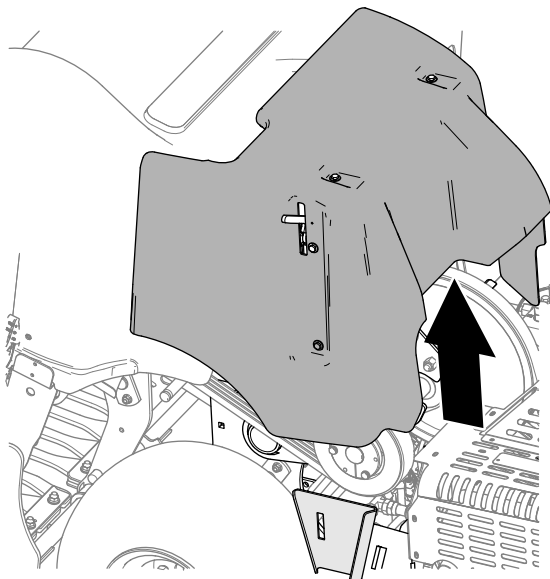

Figura 143
3. Ridicai capacul curelei de pe maină (Figura 143).